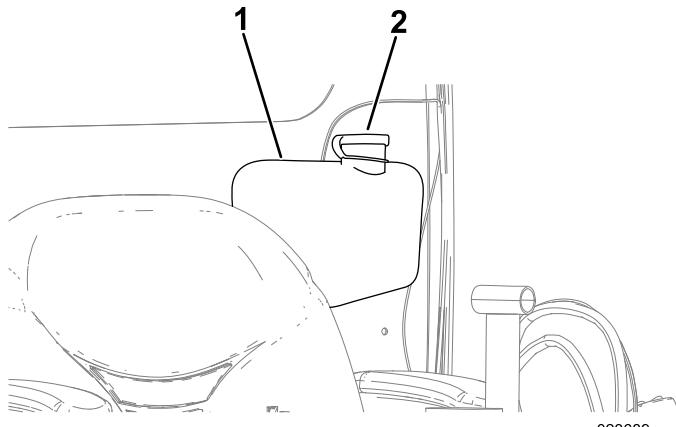

Figura 164
2. Abra la tapa del depósito del líquido del lavaparabrisas (Figura 164).
3. Llene el depósito de líquido del lavaparabrisas hasta que esté lleno (Figura 164).
4. Cierre el tapón del depósito de líquido del lavaparabrisas (Figura 164).